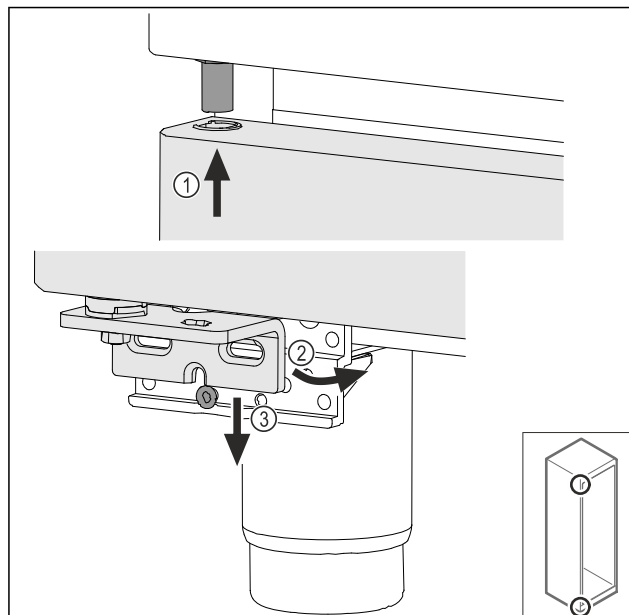

Fig. 70
- ▶ Inserire la porta leggermente inclinata in alto Fig. 70 (1), addezzare la porta Fig. 70 (2) e posizionarla in basso sulla vite del blocco di supporto Fig. 70 (3).